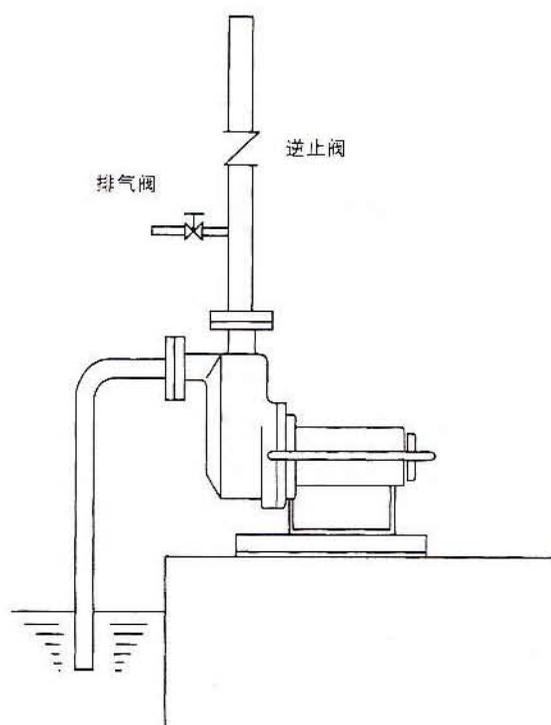

图 13
- g. 在排出侧的管路(如图 13 所示)上装有止回阀时,在实际扬程较高时,会产生自吸困难,故需设有排气管路。